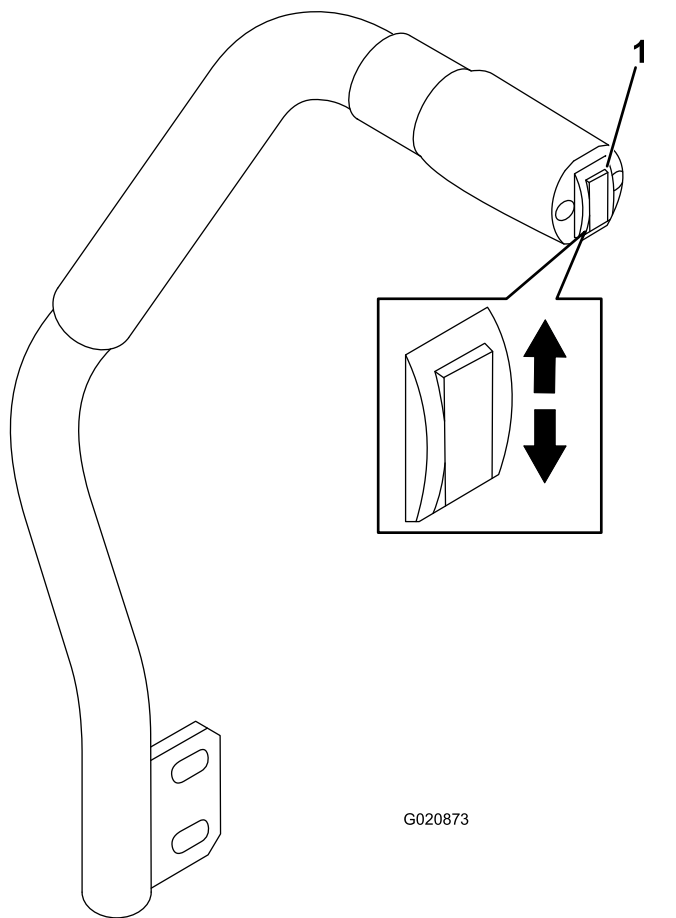

Figure 24
La commande de levage du plateau de coupe permet de lever et d'abaisser le plateau de coupe (Figure 24). L'utilisation de ce levier n'est possible que lorsque le moteur est en marche.
- Pour abaisser le plateau de coupe, poussez la commande de levage vers le bas (Figure 24).
- Pour élever le plateau de coupe, poussez la commande de levage vers le haut (Figure 24).
1. Lorsque le moteur tourne, poussez la commande de levage du plateau de coupe vers le haut jusqu'à ce que le plateau soit complètement levé, puis **relâchez immédiatement la commande** (Figure 24).